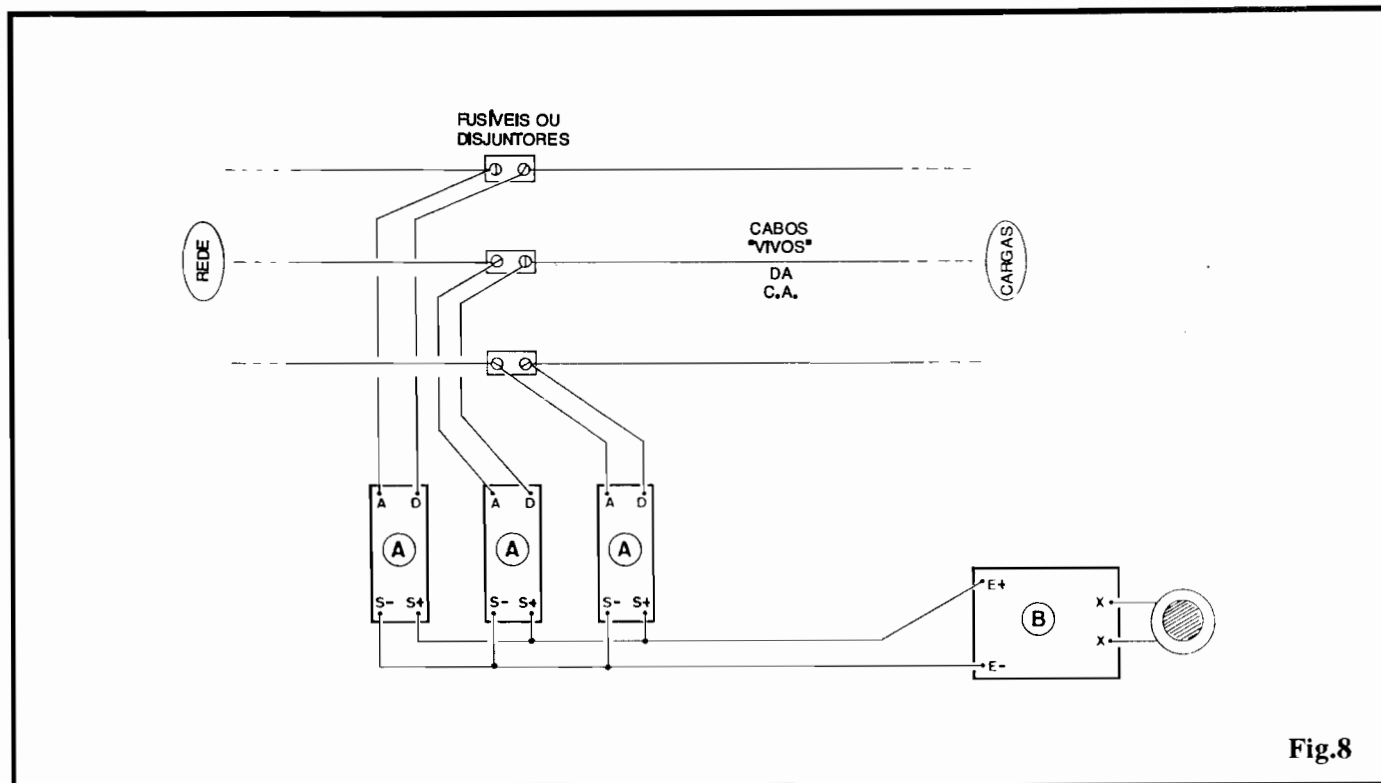

Fig.8
- FIG. 8 - UMA INSTALAÇÃO TÍPICA, COM MONITORAÇÃO DE MÚLTIPLOS FUSÍVEIS/DISJUNTORES... - O diagrama mostra, com clareza, como deve ser feita a instalação
Devido aos reduzidos custos finais, mesmo em sistemas que monitorem simultaneamente vários ruptores, no caso de instalações industriais ou profissionais muito amplas, nada impede (muito pelo contrário...), que conjuntos do APFD sejam setorizados, usando-se um conjunto completo (como no exemplo da FIG. 8) junto a **cada** quadro de força ou de distribuição existente na rede de energia do local...